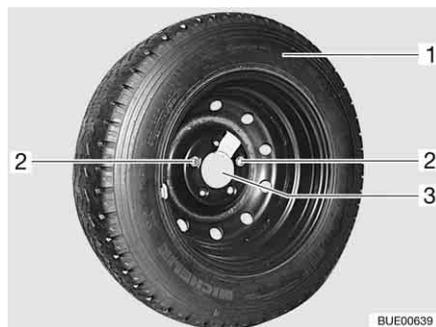

Bild 281 Ersatzrad-Halterung in der Heckgarage
- Die beiden Befestigungsschrauben (Bild 281,2) mit dem Bordwerkzeug herausdrehen und abnehmen.
- Das Ersatzrad (Bild 281,1) von der Halterung (Bild 281,3) abnehmen.